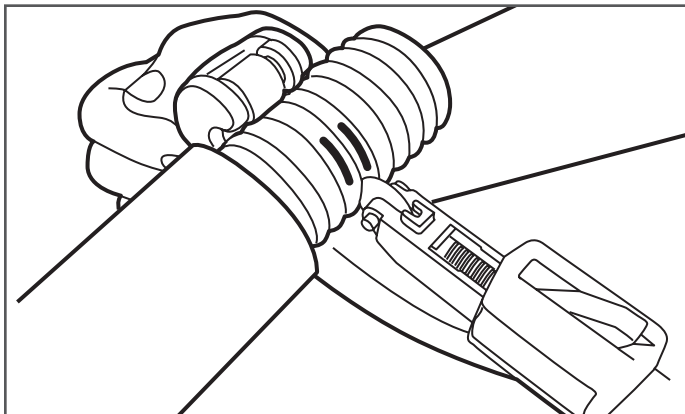

Figure 7-18
19. Retirez la section centrale du raccord DoubleTrac® et coupez le tuyau ondulé à l'aide d'un coupe-tube muni d'une grande molette tranchante. La coupe doit être centrée sur le creux entre les deux ondulations marquées. Effectuez des mouvements circulaires complets dans un seul sens et augmentez légèrement la pression de la molette après chaque tour. Ne serrez PAS TROP la molette, cela risquerait d'aplatir le tuyau (Figure 7-18).